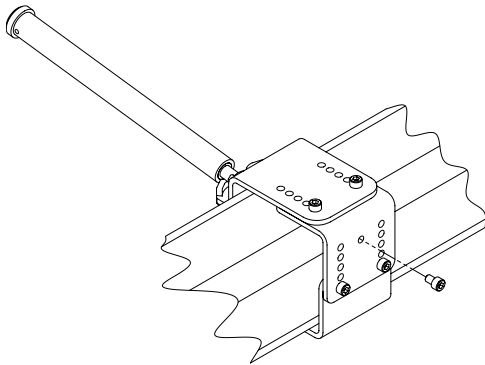

Figure 5 : Emplacement des vis à tête creuse M8 x 1,25 x 16.
6. Serrez les vis à tête creuse M8 x 1,25 x 16 restantes dans les orifices centraux pour éliminer tout jeu (voir figure 5).